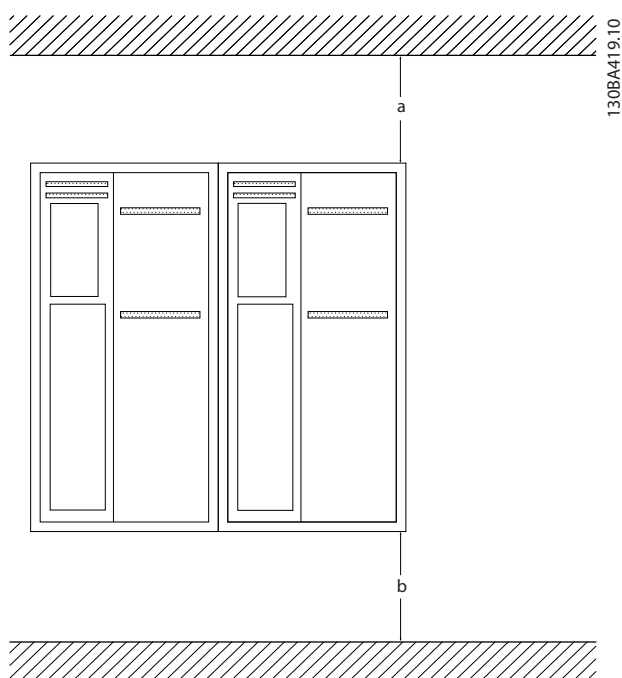

Bild 2.1 Övre och nedre kylningsavstånd
- Se till att kylningsavståndet är tillräckligt både över och under enheten. I allmänhet måste avståndet vara 100–225 mm. I *Bild 2.1* finns information om avståndskrav